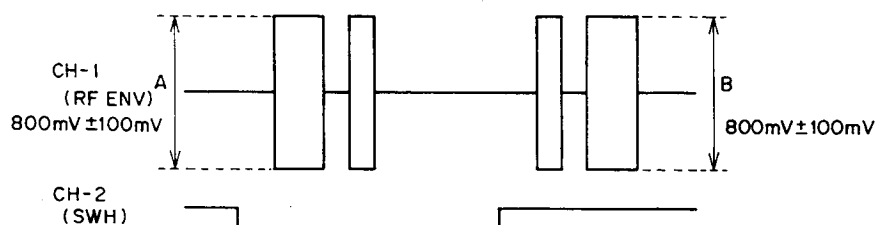

Fig. 4-7
- 3) . 図4-7 の様に、出力波形A、Bのレベルが 800 ± 100 mV になるように半固定抵抗 R505 を調整する。又、このときA、Bの出力差が大きく規格値に入らない場合は、大きい方のレベルを規格値に合わせる。